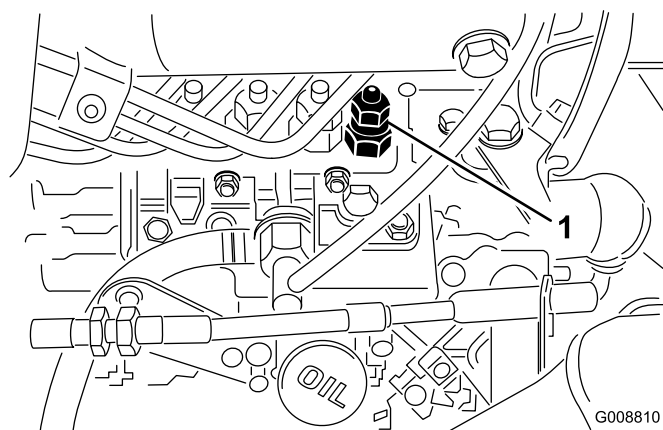

Figura 55
1. Afloje la conexión entre el tubo y el conjunto de inyector de boquilla n.º 1 soporte en la bomba de inyección (Figura 55).